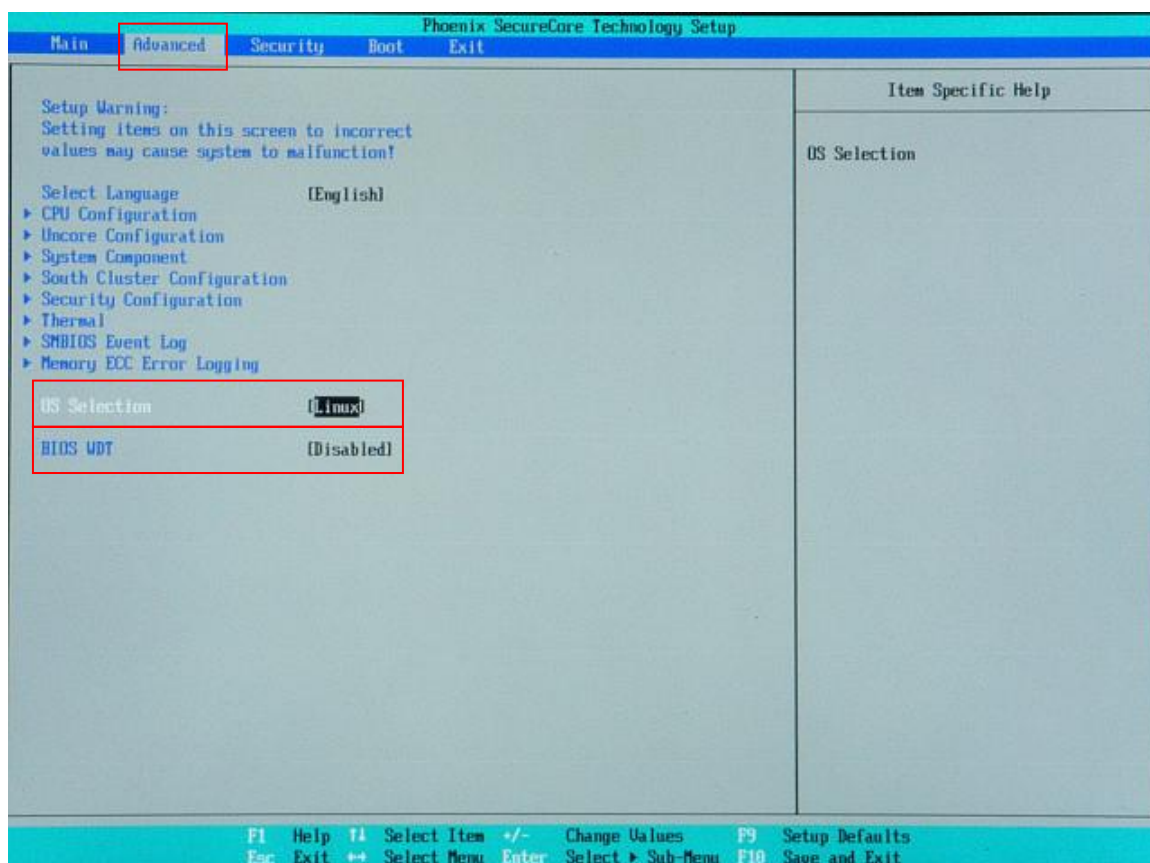

図 6-1-1-1. BIOS 設定 Advanced メニュー
- ⑧ [Boot]メニューを選択します。(図 6-1-1-2)
- ⑨ [USB CD] (接続した USB-DVD ドライブ) を [ATA HDD0] (mini m-SATA メインストレージ) よりも上に設定します。